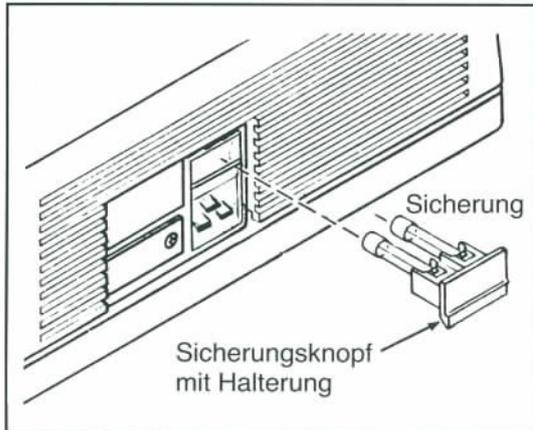

Abb. 3.12
- b) Unten auf den weißen Sicherungsknopf auf der Rückseite des Ablesegeräts drücken (Abb. 3.12). Der Knopf kommt mitsamt der Sicherung aus dem Gehäuse.